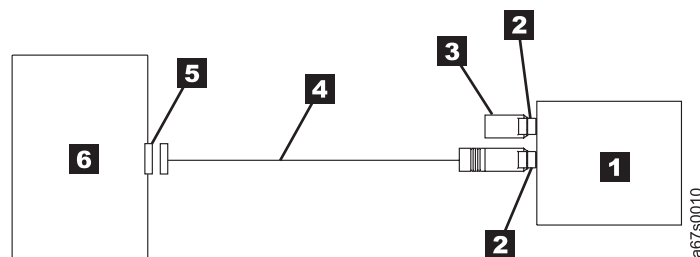

Abbildung 3. Beispiel für den Anschluss einer einzigen SCSI-Einheit an den Host. Diese Ansicht ist eine Ansicht von oben.
- **Ist das Bandlaufwerk IBM 3580 die einzige Einheit auf dem SCSI-Bus:** Schließen Sie das SCSI-Buskabel an den Host an (siehe Abb. 3). Das Kabel kann bis zu 25 m lang sein, wenn das Bandlaufwerk IBM 3580 die einzige Einheit auf dem Bus ist.